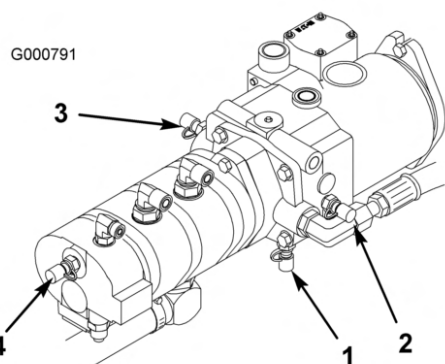

図 69
4. テストポートDはトランスミッションの下にあり (図 69) 、トランスミッションのチャージ圧の測定用です。
5. テストポートE (図 69) は、前進走行油圧の測定用です。
6. テストポートF (図 69) 後退走行油圧の測定用です。
7. テストポートG (図 69) は、パワステ油圧の測定用です。